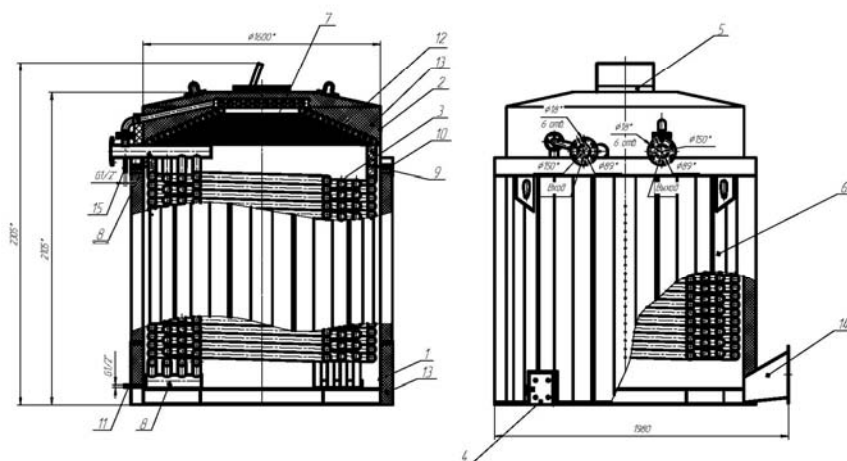

Рис. 3.3
3.5.3 Теплоноситель (вода), через входной коллектор подается в теплообменник изделия, проходит через трубные контуры теплообменника, нагревается и через выходной коллектор поступает к потребителю (см. рис. 3.3).